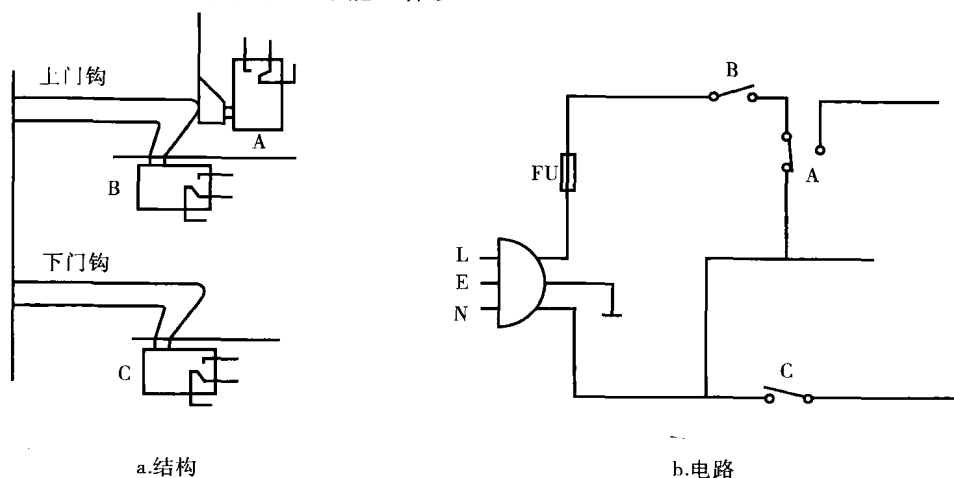

图1-5 炉门安全联锁开关
3. 炉门安全联锁开关 如图1-5所示,炉门安全联锁开关确保炉门打开时微波炉不能工作;炉门关上,微波炉才能工作。